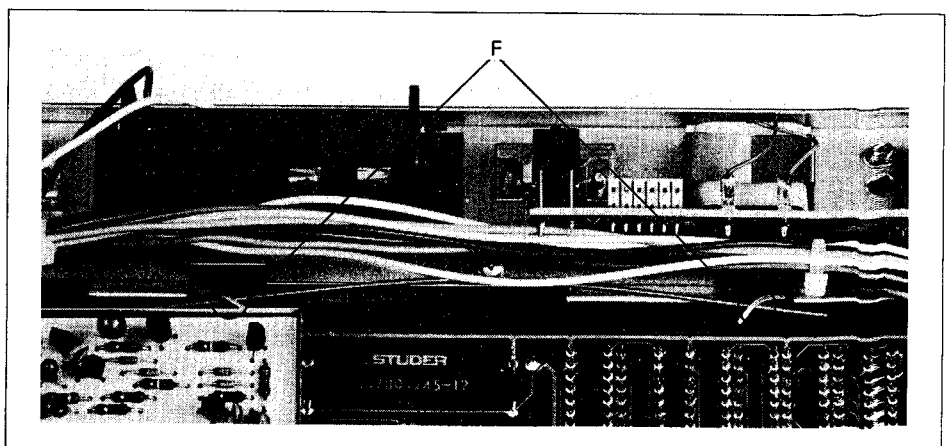

Fig. 2.8
- Die beiden Befestigungsklammern (F) (Fig. 2.8) des Display-Prints lösen, dadurch kann der Print sanft nach oben aus dem Chassis gezogen werden.
- Unfasten both mounting clips (F) (Fig. 2.8) of the display circuit board. The circuit board can now be carefully pulled out of the chassis towards the top.